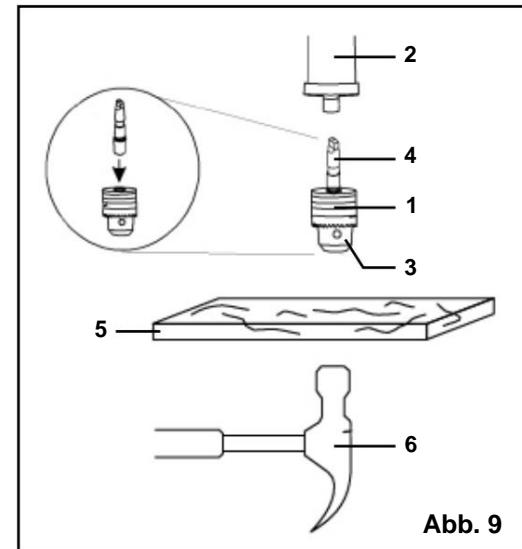

Abb. 9
INSTALLIEREN DES FUTTERS (ABB. 9)
1. Überprüfen und reinigen Sie die Kegelbohrung im Spannfutter (Abb. 9 - 1) und in der Spindel (Abb. 9 - 2). Entfernen Sie mit einem sauberen Tuch sämtliches Fett, Beschichtungen und Partikel von den Oberflächen des Spannfutters und der Spindel.
2. Öffnen Sie die Spannbacken (Abb. 9 - 3), indem Sie das Spannfutter per Hand im Uhrzeigersinn drehen. Stellen Sie sicher, dass die Backen vollständig im Spannfutter versenkt sind.
3. Stecken Sie den Bohrfutterdorn (Abb. 9 - 4) in die Öffnung an der Oberseite des Bohrfutters.
4. Setzen Sie die Spindel in die Spindel ein. Drehen Sie sie, bis die Zapfen der Spindel (die flachen Stellen am Ende) mit dem Schlitz in der Spindel ausgerichtet sind und Spannfutter und Spindel nach oben gedrückt werden können. Setzen Sie das Spannfutter ein, indem Sie einen Holzblock (Abb. 9 - 5, nicht im Lieferumfang enthalten) unter das Spannfutter legen und einmal fest mit einem Hammer auf das Holz klopfen. Alternativ können Sie einmal fest mit einem Gummihammer oder einem rückschlagfreien Hammer (nicht im Lieferumfang enthalten) auf das Spannfutter klopfen.